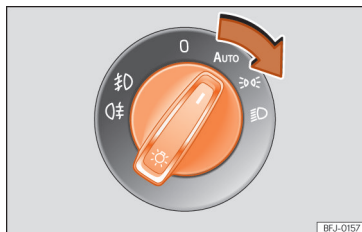

Fig. 71 Painel de instrumentos: comando das luzes.
- Ligue a ignição e rode o comando das luzes para a posição desejada »» **Fig. 71.**